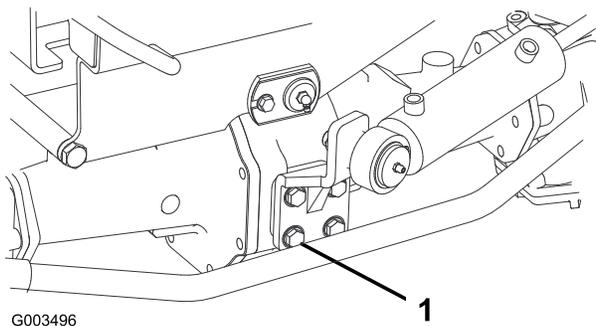

図 55
2. ステアリングシリンダのボルトのトルクを点検してください (図 55)。ボルトを 6.6 ~ 8.2 kg.m にトルク締めする。